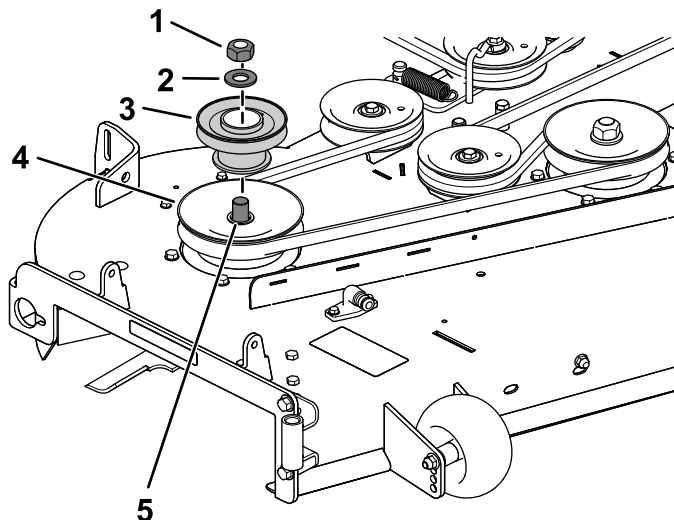

Figura 11
2. Montirajte sklop remenice na desnu remenicu kućišta kosilice pomoću navrtke i podloške koje ste prethodno skinuli (Figura 11).